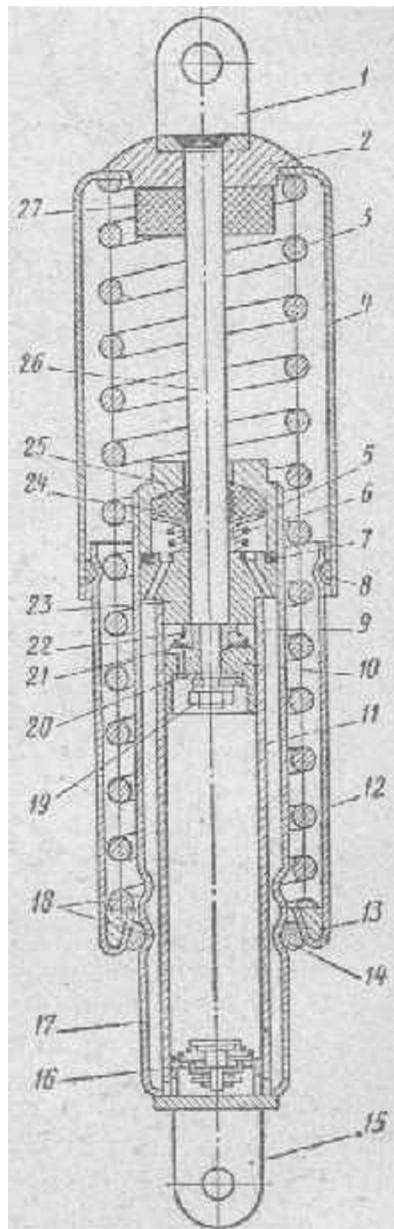

Рис. 128. Разрез заднего амортизатора:
**Устройство и работа.** Амортизатор (рис. 128) состоит из двух основных частей: механической и гидравлической. Обе части соединены при помощи двух полуколец, прижимаемых постоянно в кольцевых канавках корпуса усилием предварительно сжатой пружины З.
Иногда даже наблюдается трение одного кожуха о другой, при котором снимается хромовое покрытие. Для устранения перекоса амортизатора правят кронштейн или вилку. Вместо изношенного пластмассового кольца 8 (см. рис. 128) нижнего кожуха можно приклеить эпоксидным kleem полоску тонкой кожи.
3. Надеть на шток упор 2 (см. рис. 128), резиновую шайбу 27 и резьбовую пробку 25.